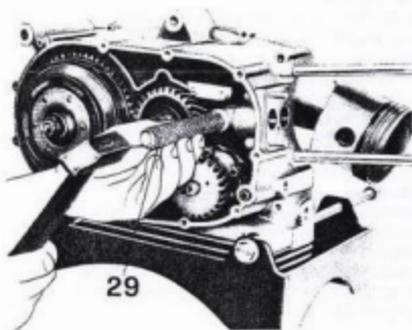

Abb. 81
- die Nockenwellenbuchse komplett mit Dichtring, unter Verwendung des Treibstückes Nr. 10907800 (29 aus Abb. 81);
LEISTUNGSDIAGRAMM - DREHMOMENT UND TREIBSTOFFVERBRAUCH - MOTOR "NF" Abb. 81/1